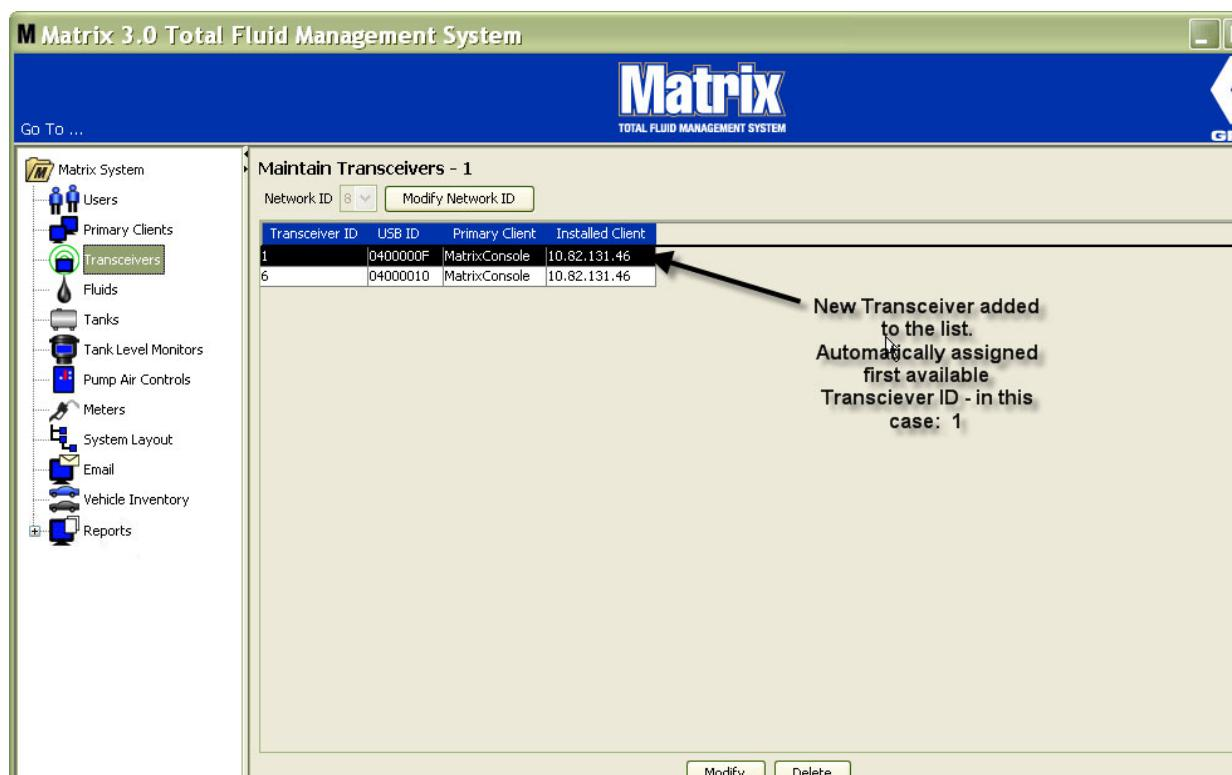

Рис. 86
- Если приемопередатчик подсоединен в порт USB на ПК, он автоматически добавляется в начало списка, и ему назначается первое доступное значение «Transceiver ID» [ИД приемопередатчика] (Рис. 86). В результате прерывания соединения или выключения приемопередатчик не исчезнет из списка, но любые операции через это устройство незамедлительно прекратятся.